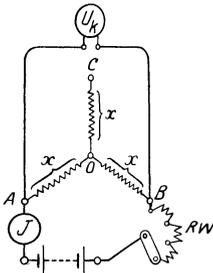

Abb. 18. Bestimmung der Widerstände bei Sternschaltung zu Aufgabe 77.
77. Drei unbekannte aber gleiche Widerstände sind, wie Abb. 18 zeigt, zu einem Stern vereinigt. Man schickt zu den Klemmen A und B einen Strom $J = 3 [2] \text{ A}$ ein, und mißt die Klemmenspannung $U_k = 9 [6] \text{ V}$ zwischen A und B .